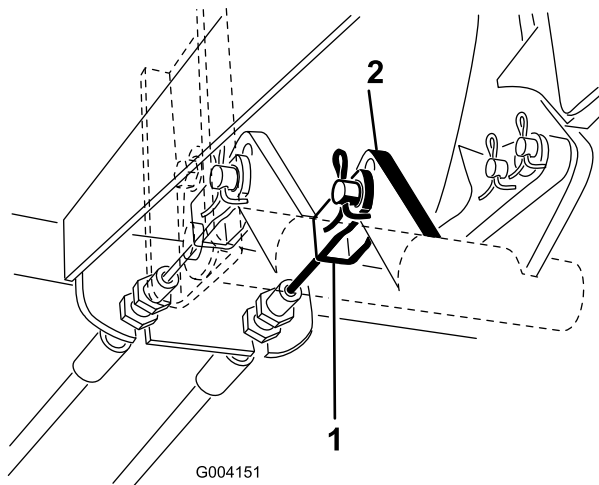

Figura 67
2. Desligue o cabo do travão do lado esquerdo do pedal do travão (Figura 67) e aplique o travão de mão.